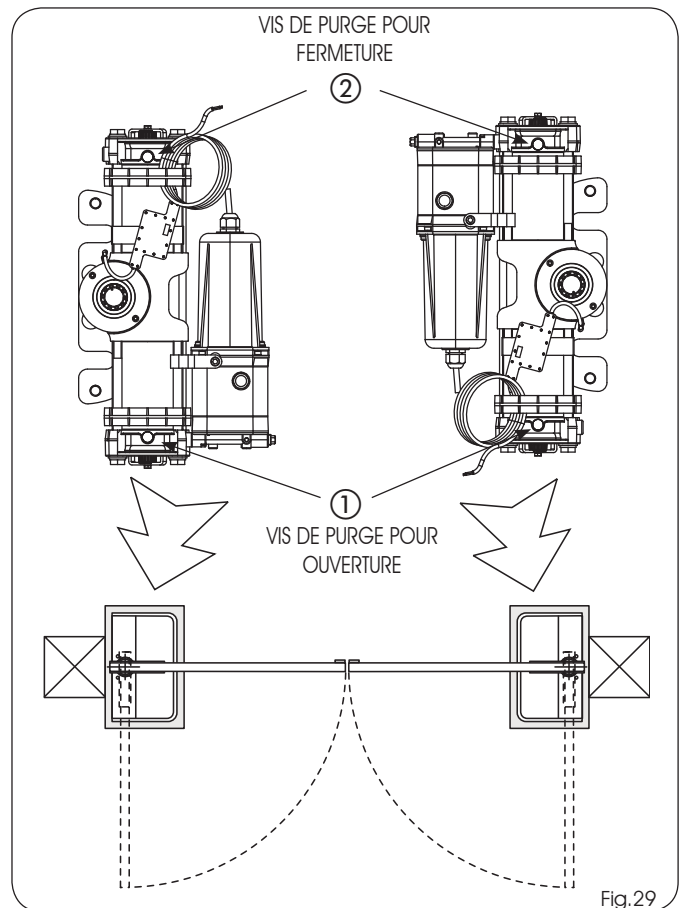

Fig. 29
- 2) Pendant le mouvement du vantail, desserrer la vis de purge d'ouverture (Fig. 29 réf. ①).
- 6) Pendant le mouvement du vantail, desserrer la vis de purge de fermeture (Fig. 29 réf. ②).